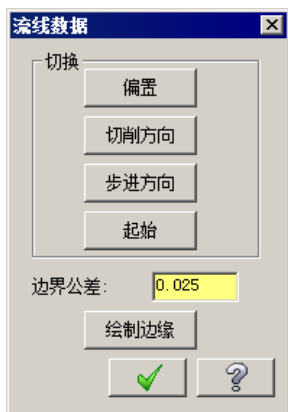
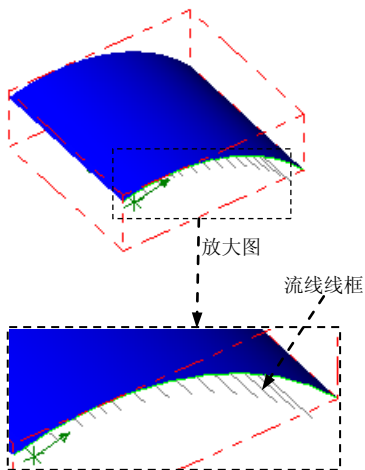

图 5.5.4 “流线数据”对话框
图 5.5.5 曲面流线线框
Step3. 设置曲面流线形式。单击“刀具/曲面选择”对话框 **流线** 区域的 按钮，系统弹出“流线数据”对话框，如图 5.5.4 所示。同时图形区出现流线形式线框，如图 5.5.5 所示。在“流线设置”对话框中单击 **偏置** 按钮，改变曲面流线的方向，结果如图 5.5.6 所示。单击 按钮，系统重新弹出“刀具/曲面选择”对话框，单击 按钮，系统弹出“曲面粗车-流线”对话框。